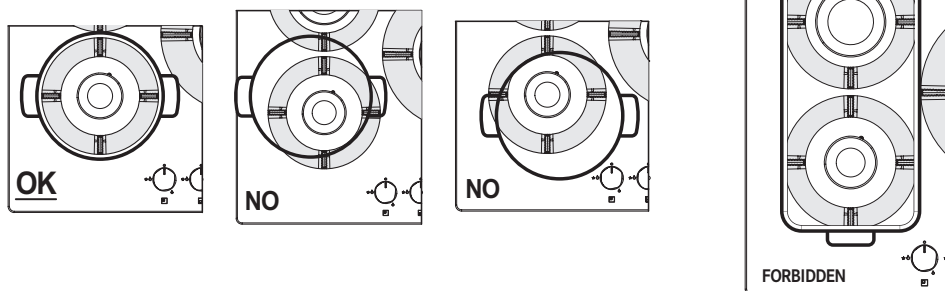

Fig. 1
La utilización de recipientes de mayor tamaño a los especificados puede originar un sobrecalentamiento de los mandos y la superficie y, en caso de un uso prolongado, amarillar la cubierta (si son de acero inoxidable). Franke declina toda responsabilidad por los daños que resulten de tal uso (Fig. 1).
- ▷ No coloque el mismo recipiente sobre dos quemadores (Fig. 1).
- ▷ No utilice dos quemadores encendidos simultáneamente para calentar un mismo recipiente, como una gran cacerola o sartén para pescado (Fig. 1).